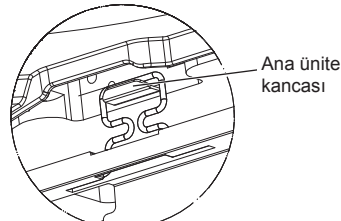

Fig. 5-6
- Vidayı sıktıktan sonra (Fig. 5-6) iki ızgara kancasının ana üniteye kancalara tutturulduğundan emin olun.